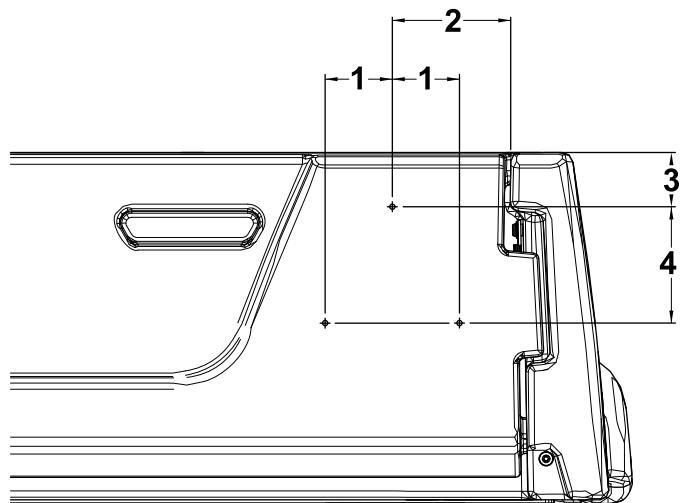

Figura 17
1. En el lado derecho del portón, mida 130 mm desde el borde derecho del portón y 60 mm desde el borde superior del portón, y marque este punto (Figura 17).
y hacia la izquierda, y marque estos 2 puntos (Figura 17).
- Perfore un orificio de 5 mm en cada una de las 3 posiciones marcadas (Figura 17).